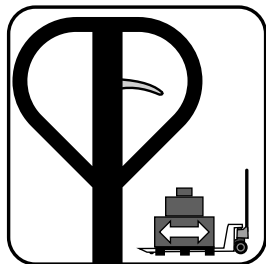

Fig. 7 – Transportando a carga
- Posicione a alavanca no centro para transportar a carga, (fig. 7).